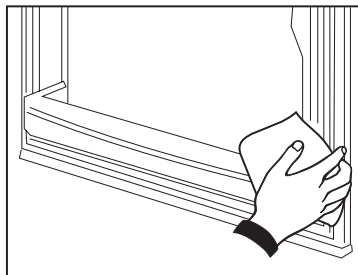

Fig.12
- El sello magnético se ensambla a presión y puede extraerse para limpieza. En caso de que sufra daños no intente repararlo. Póngase en contacto con servicio autorizado Challenger. Ver Fig. 12.